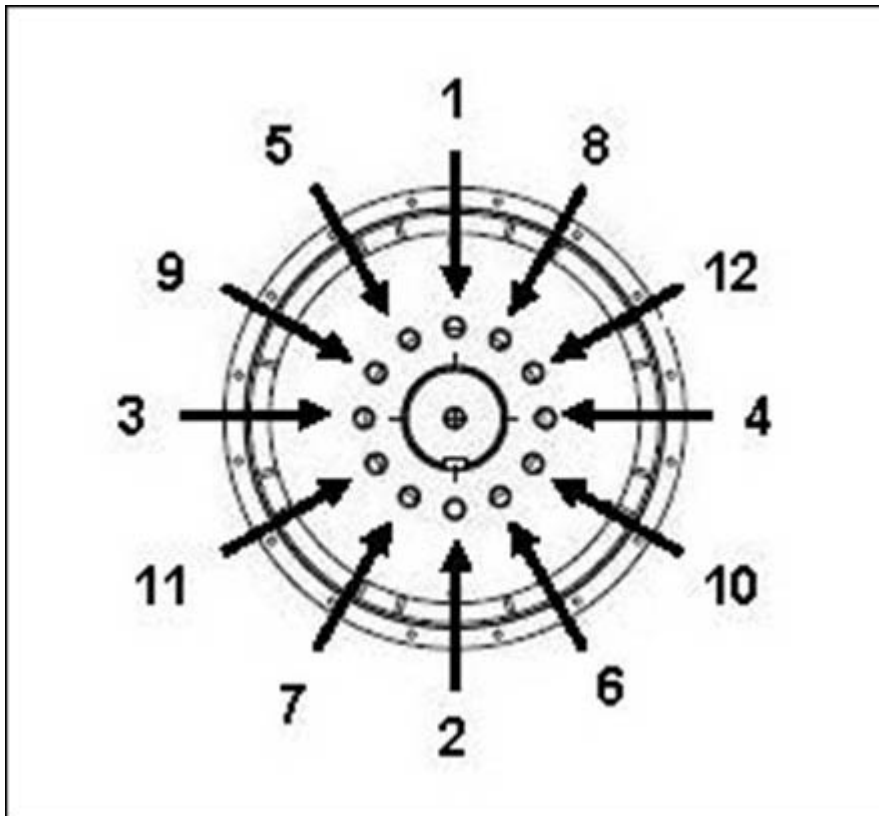

FIGURA 17. SEQUÊNCIA DE FIXAÇÃO NO CUBO
4. Se necessário, aperte os parafusos dos discos de acoplamento de acordo com a sequência ilustrada em Figura 17 na página 32.